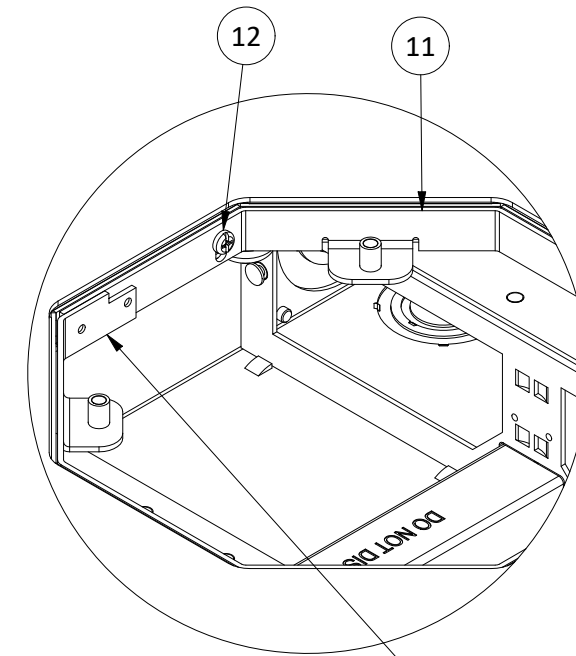

FIGURE 3 JOINT CHEVAUCHANT (CÔTÉ CHARNIÈRE)
14. Orient cover support collar [11] as required by removing and reinstalling screws [12]. Lap joint in collar defines the hinge location of the cover (SEE FIGURES 3 & 4)
14. Orienter le collier de soutien du couvercle [11] au besoin en retirant et en réinstallant les vis [12]. Le joint à recouvrement du collier définit où se trouvera la charnière du couvercle (CONSULTER LES FIGURES 3 et 4).